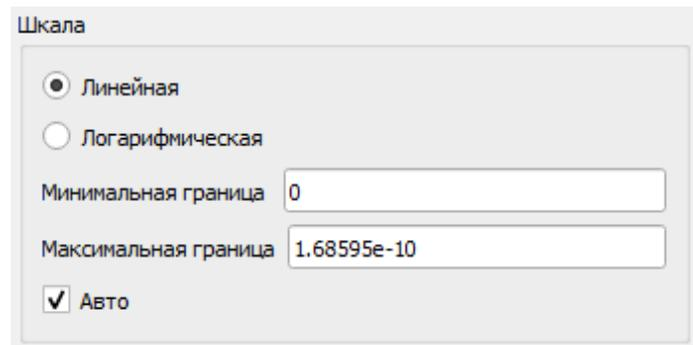

Рисунок 56 - Панель настроек цветовой шкалы в постобработке результатов
- Шкала - определяет соответствие числового значения цвету узла. Может быть с линейным или логарифмическим шагом. Для шкалы задаются минимальное и максимальное значения. Любой узел содержащий значение за пределами шкалы будет нарисован чёрным цветом. Если выбрать пункт "Авто" в блоке настроек шкалы (Рисунок 56), то подходящие значения границ шкалы для текущего результата будут найдены программой. Цветовая шкала показана в нижней части окна 3D-анимации.